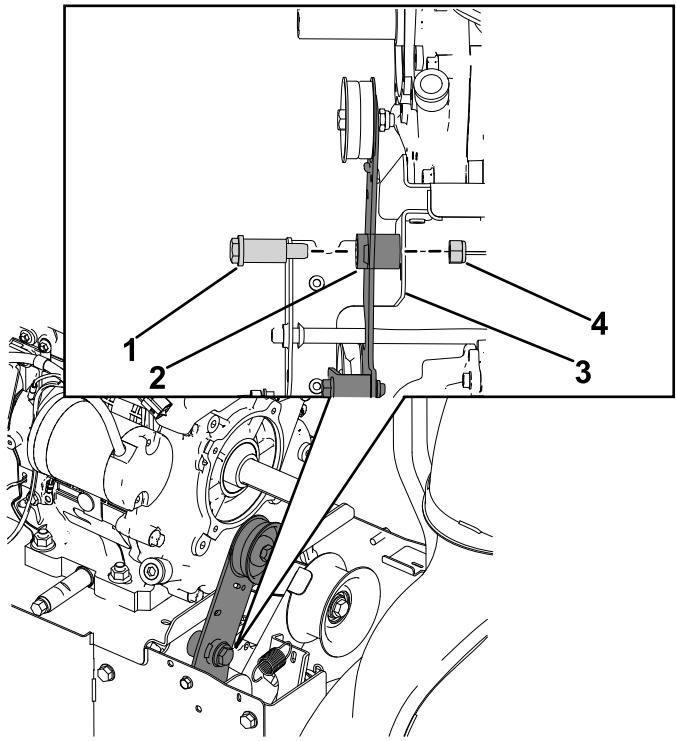

Figura 19
5. Instale o conjunto do braço da embraiagem de tração no suporte da embraiagem e prenda-o com o novo parafuso com olhal (7/16 x 1 3/4 pol.) e a porca de bloqueio (7/16 pol.) (Figura 19).